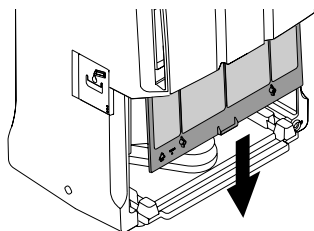

Fig. 6
- Para quitar el filtro de aire, luego de quitar el depósito, extraiga el filtro tirándolo hacia abajo (fig. 6).